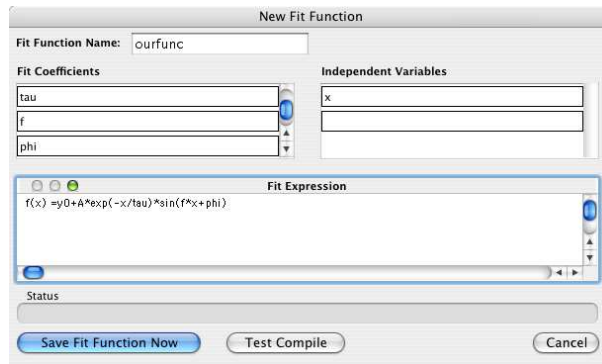

Fig. 13 : Saisie d'une fonction d'ajustement par l'utilisateur
1. Sélectionner *Analysis ▸ Curve Fitting* et cliquer sur *New Fit Function*, de façon à faire apparaître la boîte de dialogue représentée sur le panneau de la figure 13.